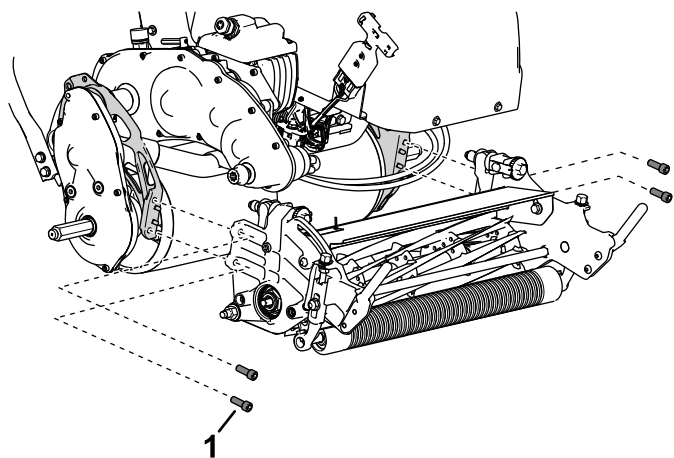

Figura 34
5. Utilice 4 tornillos allen para fijar la unidad de corte en el bastidor (Figura 34).